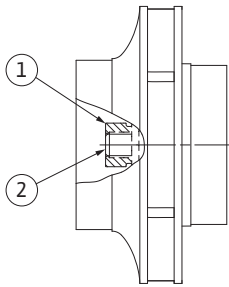

Fig. 52: Правильное положение гайки рабочего колеса после монтажа
29. Удерживая вал (см. операцию 24), затянуть гайку рабочего колеса с предписанным моментом (см. список «Таблица 11. Моменты затяжки винтов» на странице 243). Гайка (Fig. 52, поз. 1) должна располагаться заподлицо с концом вала (Fig. 52, поз. 2) с допуском $\pm 0,5$ мм. Если это условие не выполняется, ослабить гайку и повторить операции 25 – 29.